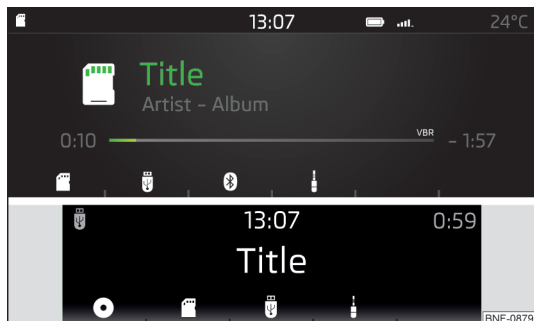

Bild 102
- **Välj ljudkälla i huvudmenyn** *Media* genom att trycka på knappen **[MEDIA]** och välja önskad källa med hjälp av funktionsknapparna » **bild 102**.